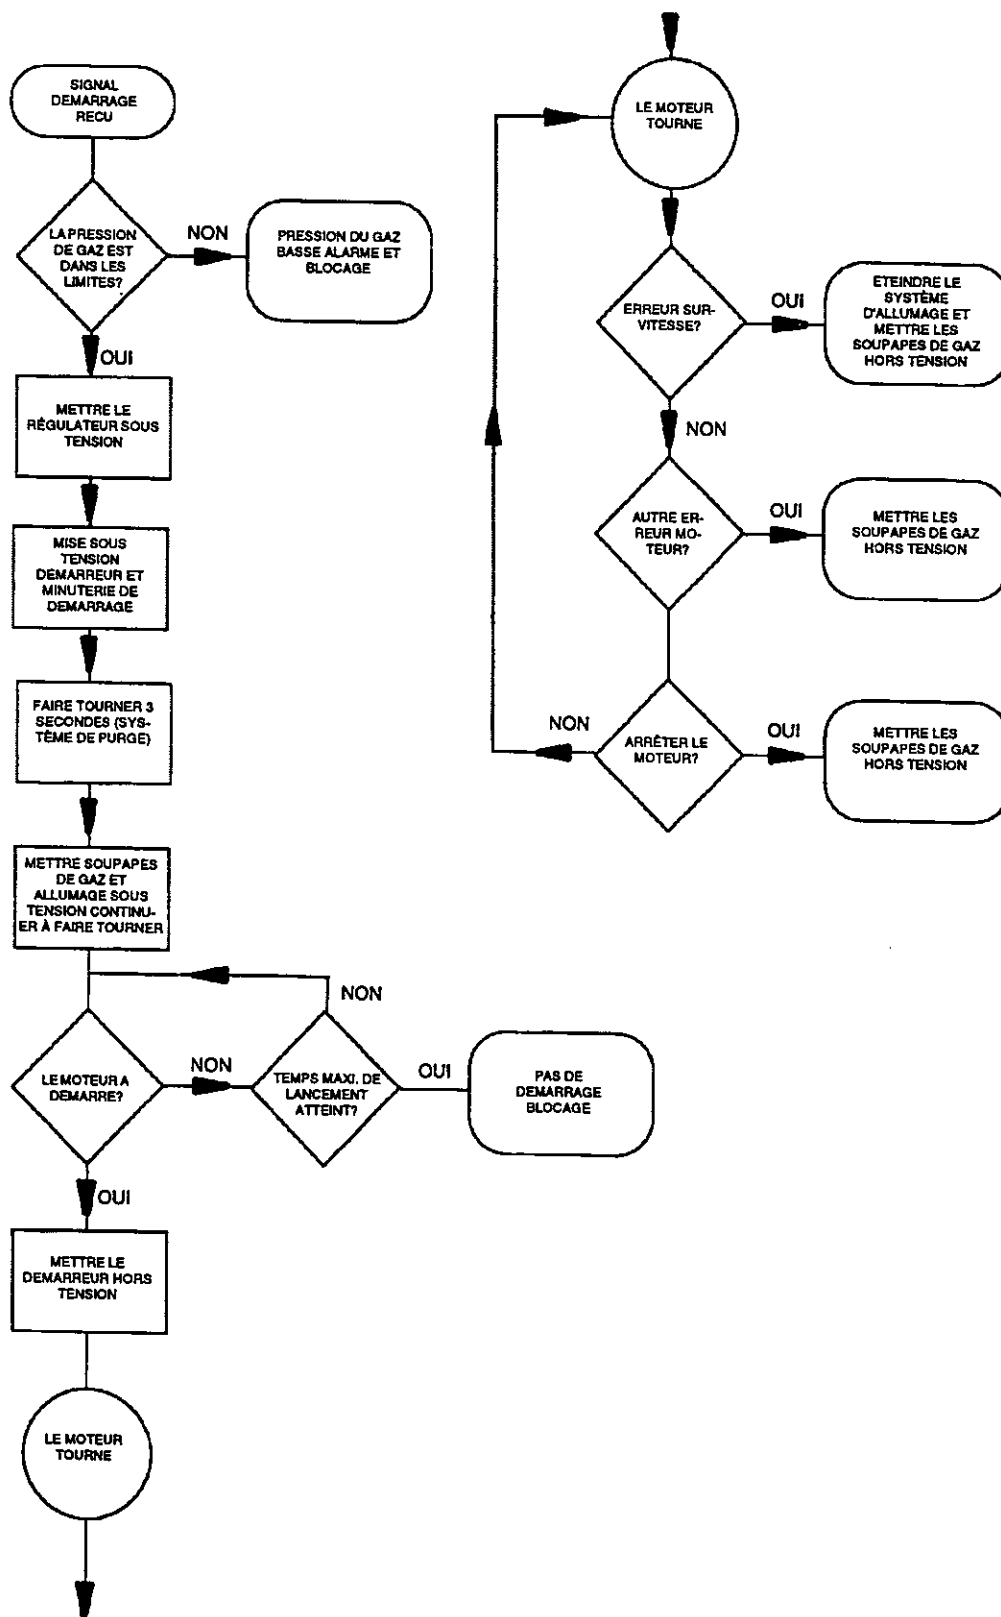

Fig. 14
- 2 Pour la séquence de démarrage et d'arrêt automatique, voir Fig. 14 page 27.